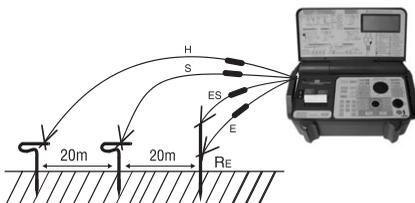

Bild 6.5.1: Anschluss der Messleitungen
Bild 6.5.1 dreipolige Messung
▶ Schliessen Sie die 4-polige Messleitung an den Messanschluss (17) des UNITEST 0100-Expert plus an.
▶ Ordnen Sie die Erdspeisse für Hilfserder und Sonde wie in Bild 6.5.1 gezeigt, möglichst in einer Linie an. Diese Anordnung kann auch in Dreiecksform erfolgen. Der Abstand zwischen der Sonde und Erder bzw. Sonde und Hilfserder muss mindestens 20m betragen. Legen Sie die Leitungen sorgfältig aus, und achten Sie, dass die Leitungen möglichst nicht parallel nebeneinander liegen und sich nicht kreuzen, um Einkopplungen zu vermeiden.
▶ Verbinden Sie die Messleitungen mit den Erdspeissen und dem Erder gemäss Bild 6.5.1
▶ Betätigen Sie die Taste "START" (2). Die Prüfspannung wird für ca. 2 Sekunden am Prüfling angelegt oder liegt an, solange die Taste gedrückt bleibt.